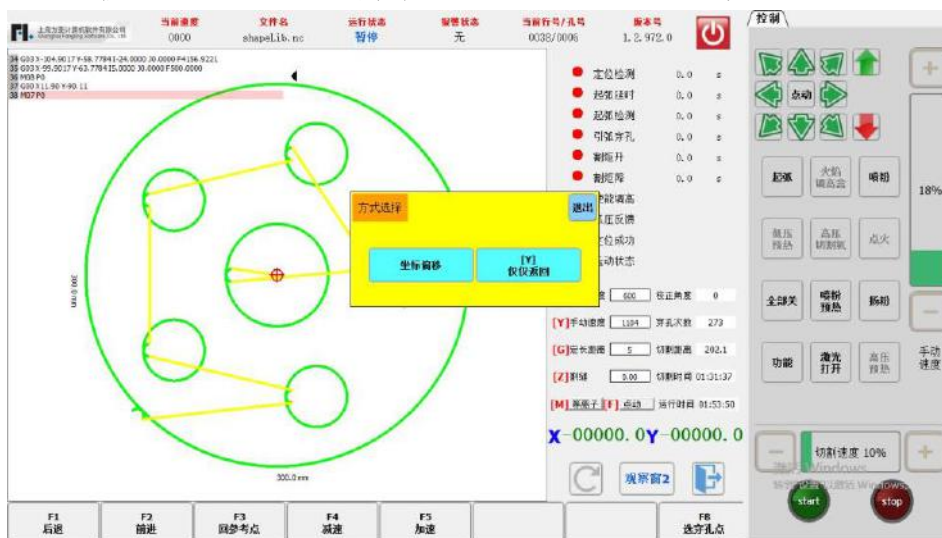

图 6.22 方式选择
- 返回主界面后，在主界面按 space 键，切换到切割界面。在切割界面按【F1】/【F2】，会弹出图 6.22 所示的对话框。